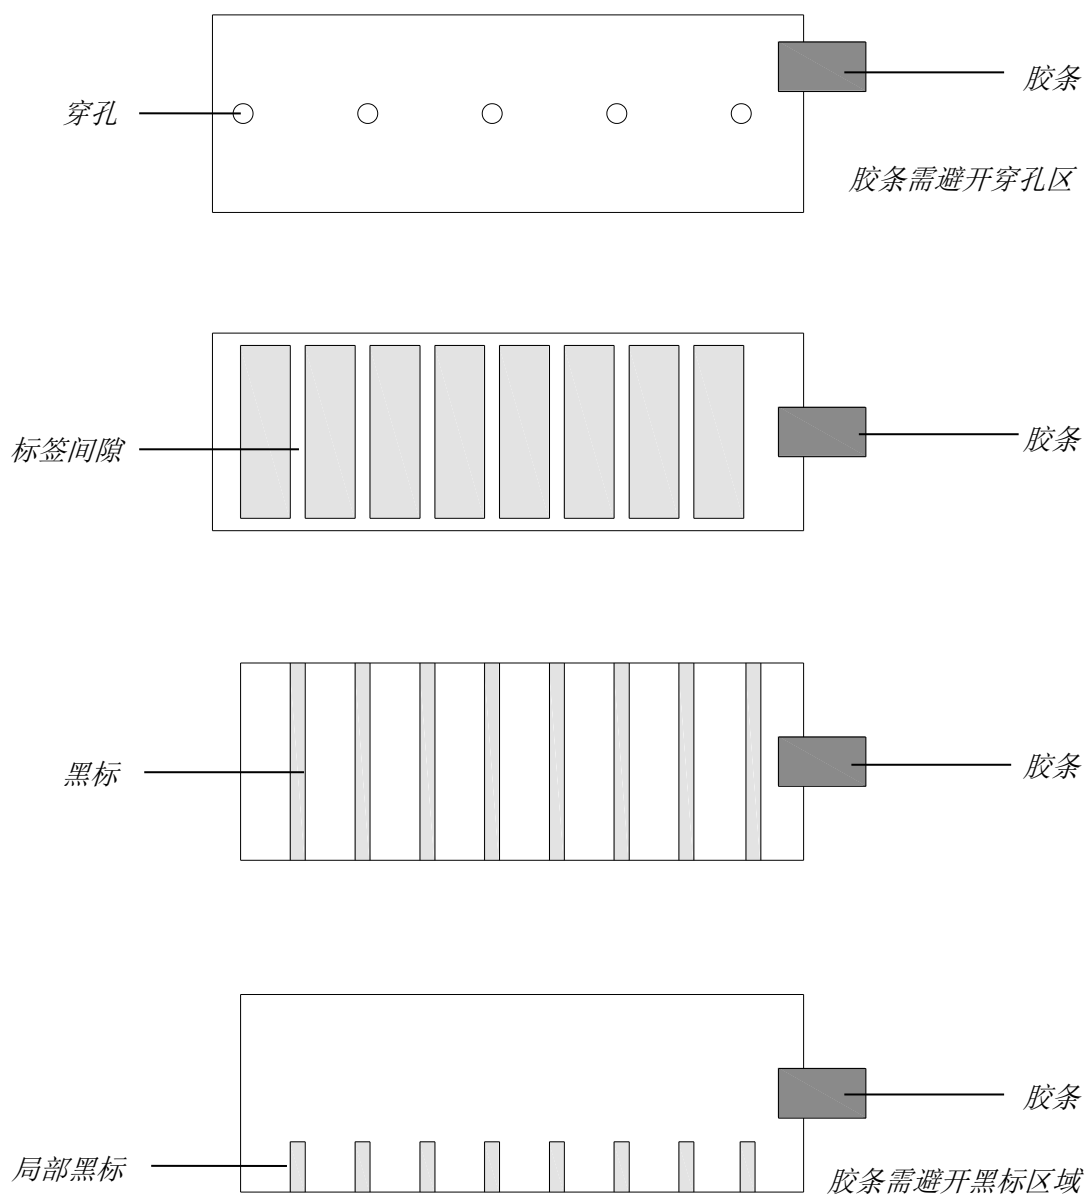

图 2-19 胶条粘贴位置
- 生产标签卷时，通常会用一小段胶条将标签固定在纸卷芯上，为保证纸张用尽时，纸张探测器能准确探测到无纸信号，请务必使纸张探测器位置避开胶条的粘贴位置。不同类型标签纸的胶条粘贴位置如图 2-19 所示，请确保所用标签的胶条粘贴位置是正确的。